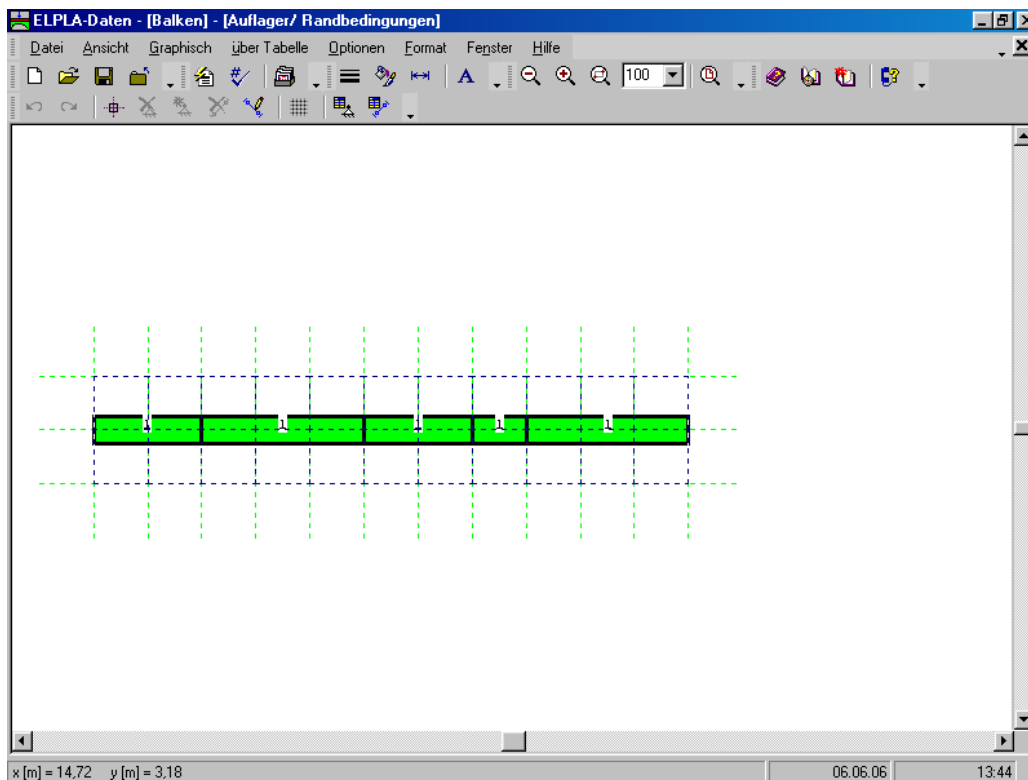
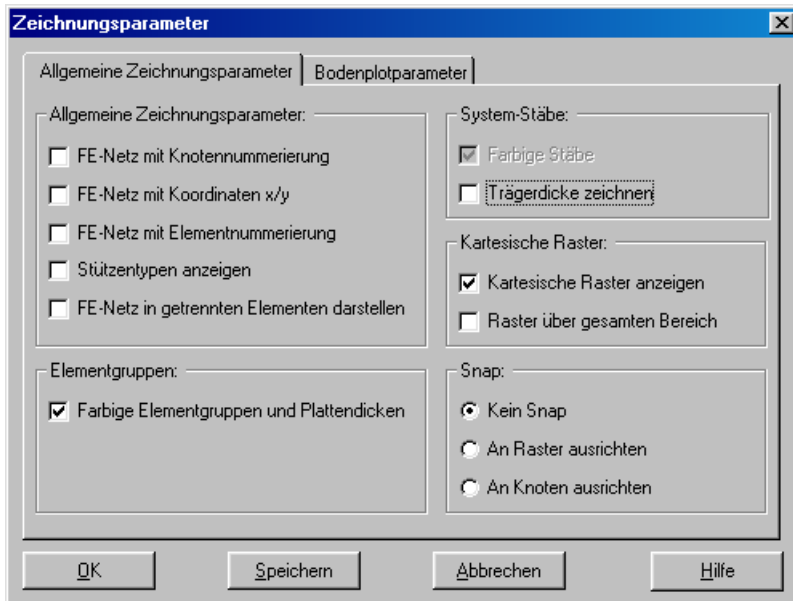

Bild 8-18 Eingebettetes Programm "Auflager/ Randbedingungen"
Bild 8-19 Dialogfeld "Zeichnungsparameter"
- Wählen Sie "Daten der Auflager/ Randbedingungen" aus dem "Daten"-Menü des *ELPLA-Daten*-Fensters. Das folgende eingebettete Programm im Bild 8-18 erscheint
*ELPLA* kann die Stäbe, Auflager und Lasten in einer Darstellung zusammen anzeigen. Dadurch kann der Benutzer während der Eingabe der Auflager oder Lasten leicht die Standorte von Auflagern oder Lasten in Bezug auf die Stäbe definieren. Wie in Bild 8-18 gezeigt, werden die Stäbe mit der tatsächlichen Dicke gezeichnet.
- Wählen Sie den Befehl "Zeichnungsparameter" aus dem Menü "Optionen" (Bild 8-18). Das folgende Dialogfeld im Bild 8-19 erscheint